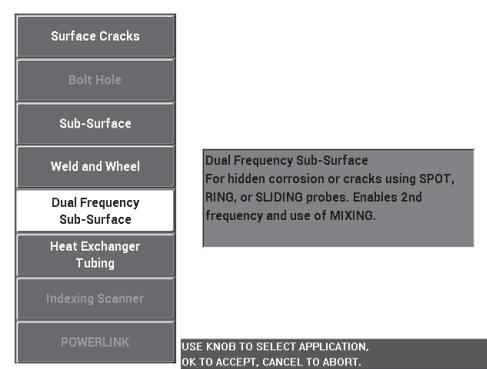

Figura 5-98 L'applicazione Doppia frequenza sottosuperficiale
2. Premere una volta il tasto di menu ADV SETUP (☰⚙️) ed in seguito selezionare **SELEZ.APP.** (selezione dell'applicazione) [tasto A] per aprire il menu di selezione dell'applicazione. Selezionare **Doppia frequ. sottosup.** (doppia frequenza sottosuperficie) con la manopola, ed in seguito premere ✓ per confermare (vedere Figura 5-98 a pagina 209).